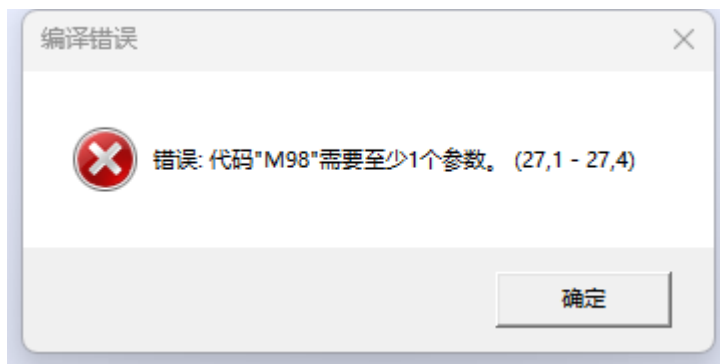

图 3.47 开始单文件新加工编译错误
3. 点击“打开”。如果是继续之前的加工，则加工记录被加载。如是开始新的加工，且编译成功，则新的加工被创建，编译失败，则弹出形如图 3.47 的对话框。
3. 点击打开。如果是继续之前的加工，则加工记录被加载。如是开始新的加工，且编译成功，则新的加工被创建，编译失败，则弹出形如图 3.47 的对话框。